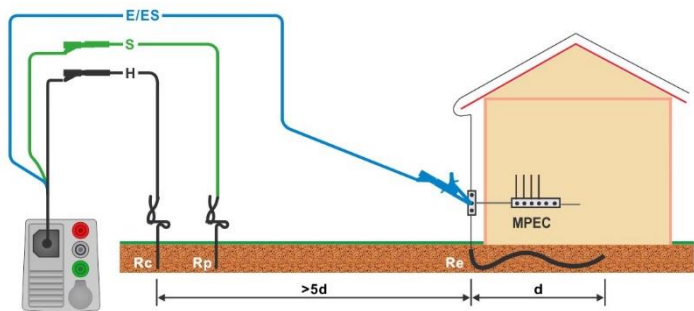
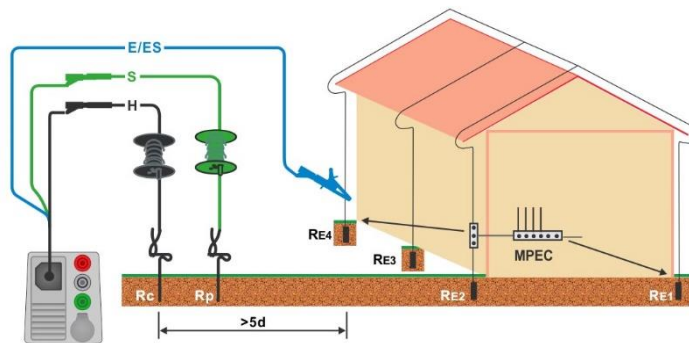

Figura 7.69: Resistencia a tierra, medición de la puesta a tierra de la instalación principal
Figura 7.70: Resistencia a tierra, medición de un sistema de protección de pararrayo
- ▶ Conecte las puntas de prueba de 3 hilos al objeto a prueba (vea la **Figura 7.69** y **Figura 7.70**).